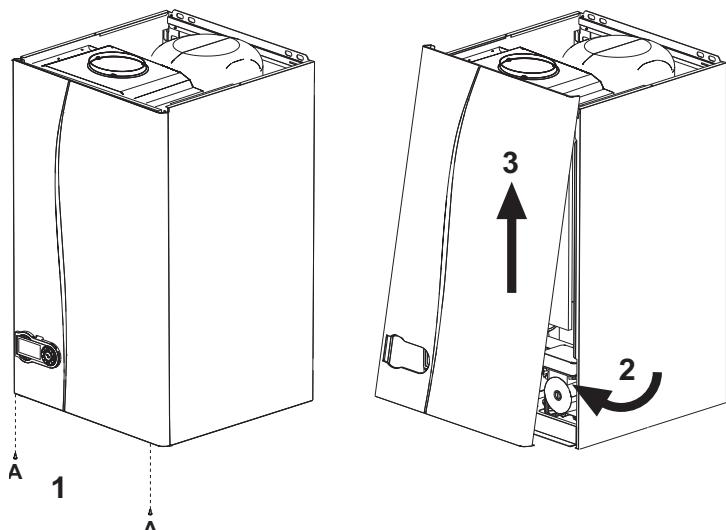

fig. 22 - Apertura mantello
- Svitare le viti A (vedi fig. 22).
- Ruotare il mantello (vedi fig. 22).